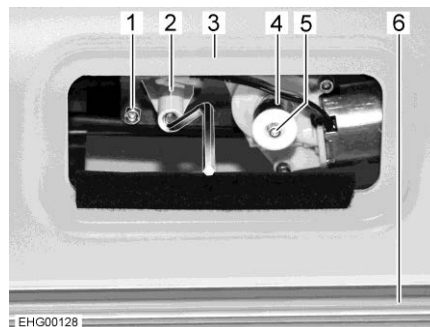

Fig. 47 Accès au moteur
- Retirer le cache amovible via le revêtement du pare-brise (Fig. 47,3). Le moteur (Fig. 47,1) est désormais accessible.
- Retirer la douille (Fig. 47,4).
- Appuyer sur le bouton de sécurité blanc (Fig. 47,5) et le maintenir enfoncé.
- Placer la manivelle dans le logement prévu à cet effet (Fig. 47,2).
- Déplacer le dispositif occultant plissé (Fig. 47,6) vers le haut ou le bas à l'aide de la manivelle.
- Lorsque les deux barres-poignées ont été déplacées hors du champ de vision : relever le bouton de sécurité (Fig. 47,5).